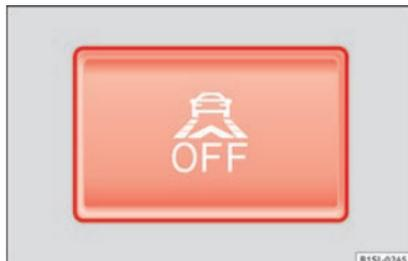

Abb. 155 Im unteren Teil der Mittelkonsole: Taste für den City-Safety-Assistent.
Der City-Safety-Assistent wurde über die Taste  OFF » Abb. 155 eingeschaltet.	Kontrollleuchte verlöscht nach 5 Sekunden automatisch.
Innerhalb des Funktionsbereichs von 5-30 km/h (3-19 mph): Der City-Safety-Assistent wurde über die Taste  OFF » Abb. 155 ausgeschaltet.	Den City-Safety-Assistent über die Taste  OFF » Abb. 155 einschalten.
- Taste **»» Abb. 155** in der Mittelkonsole drücken.